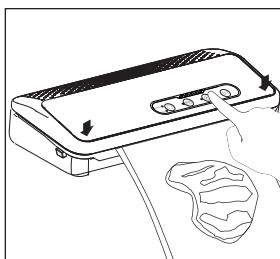

Рис.2
- Нажмите кнопку  автоматической вакуумации, чтобы откачать воздух и запечатать пакет. При необходимости нажмите и удерживайте кнопку "Пуск/Стоп" , чтобы самостоятельно контролировать процесс удаления воздуха из пакета без его запечатывания. (Рис. 2).
- 5.** Нажмите на кнопку “Запечатывание”  . Когда индикаторы на панели управления перестанут мигать, процесс можно считать завершенным. (Рис.2)
(Рис.2)